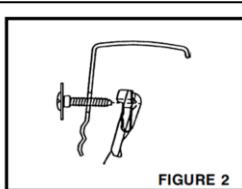

FIGURE 2
Centrez le couvert de hayon sur la porte à rabattement arrière de camion. Glissez les rondelles de vis enlevées dans l'étape 1. Insérez et serrez les quatre vis dans les quatre trous centraux de la porte à rabattement arrière de camion à l'aide d'un tournevis Phillips. **NE PAS TROP SERREZ.** Les insertions en plastique d'écrou sur la porte à rabattement arrière de camion se déclencheront facilement. (voir FIGURE 2)
Debout, à l'arrière du pick-up (centre), relevez le plancher de la doublure du plateau. La deuxième personne doit alors pousser la paroi de la doublure du plateau en dessous de la paroi latérale du pick-up (voir FIGURE 2). Lâchez le plancher de la doublure du plateau.
3. Positionner et visser les attaches "Liner-Lok" comme illustré en fig.2.
4. Insérer la pointe de la vis dans le trou de la doublure et dans le crochet en métal de l'attache et visser d'une ou de deux rotations, jusqu'à ce que la pointe de la vis soit engagée dans l'attache. **IMPORTANT:** le "Liner-Lok" doit pendre et ne doit pas être serré à ce moment précis de l'opération (voir fig. 2).